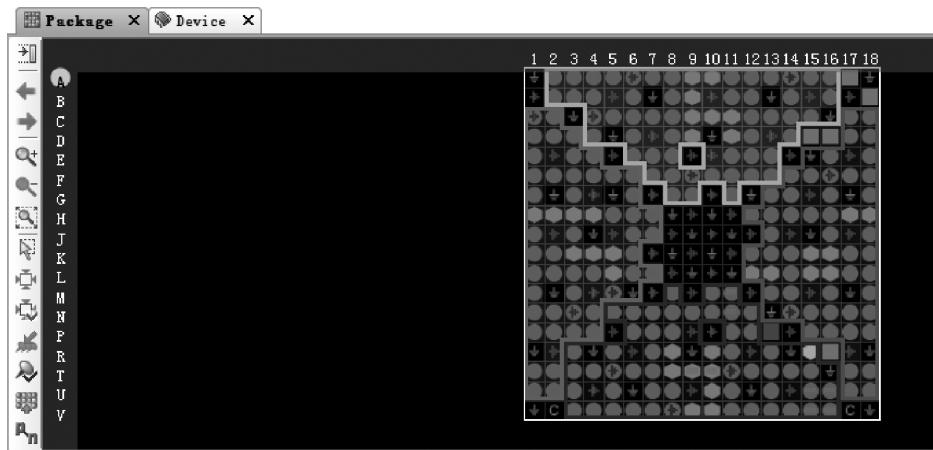

图 3.53 FPGA I/O 封装图
(13) 保存并退出约束编辑器界面。
**思考与练习 8** 如图 3.53 所示, 单击 Package 标签, 查看 FPGA I/O 分布特性、电气特性和分组管理特性。